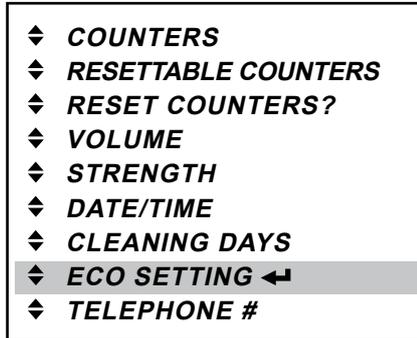

Fig. 39
- Press the enter button ◀ to access the «ECO SETTING» menu (fig. 39).